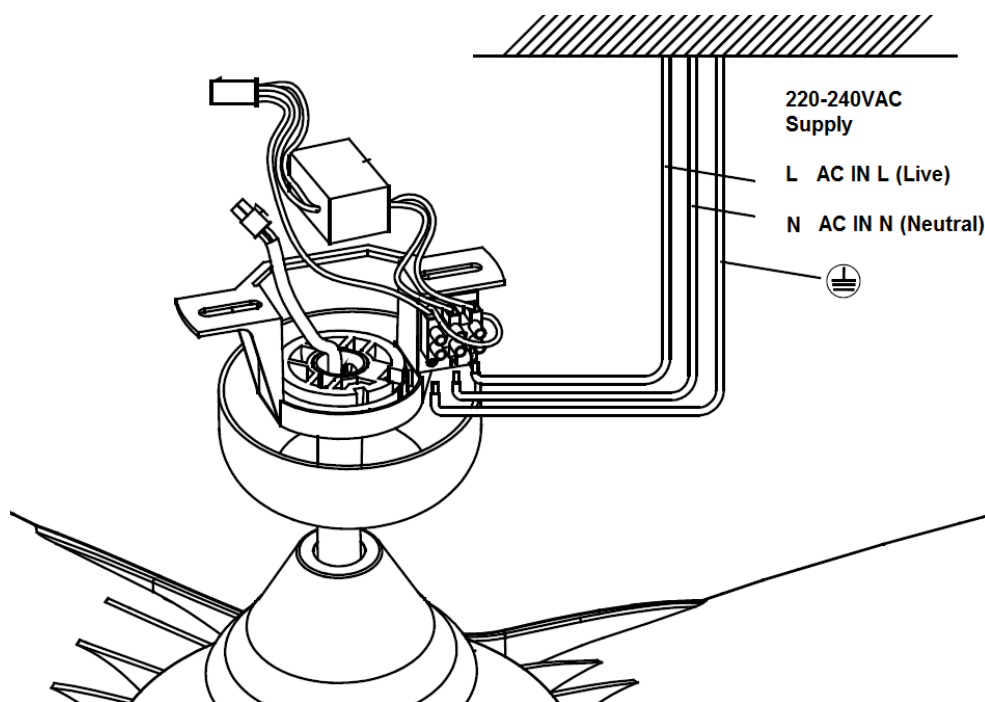

Fig. 6
**ΔΙΑΓΡΑΜΜΑ ΗΛΕΚΤΡΙΚΗΣ ΣΥΝΔΕΣΜΟΛΟΓΙΑΣ (FIG. 6)**